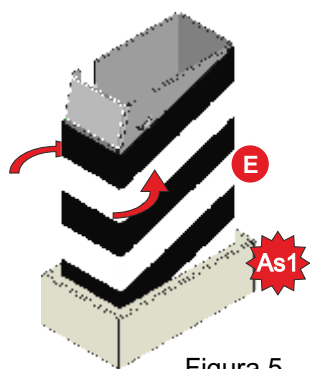

Figura 5
4) Al termine dell'asciugatura della vernice applicare la decals E come mostrato in figura 5.